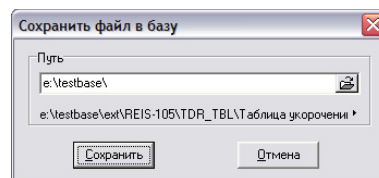

Рис. 5.2 Диалог сохранения файла в базу
- При активации пункта "Сохранить в базу..." вызывается диалог (Рис. 5.2) в котором Вы можете ввести путь к каталогу с файлами.